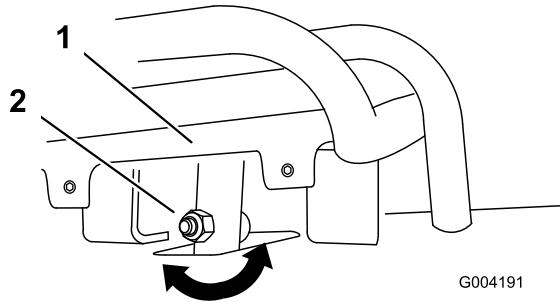

Figura 55
4. Si la parte delantera del control de tracción no queda enrasada con y paralela a la barra de referencia, afloje la tuerca con arandela prensada y el perno del tubo del control de tracción (Figura 55).
5. Ajuste el control de tracción hasta que quede enrasado con la barra de referencia al tirar de él hacia atrás del todo (Figura 55 y Figura 56).